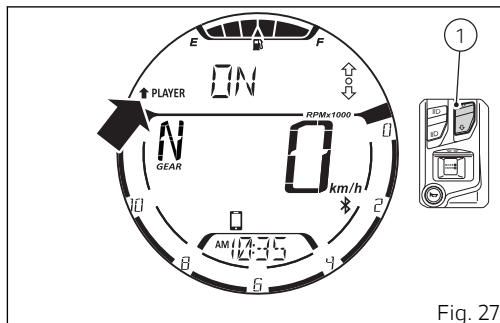

Fig. 27
Si el reproductor de música antes estaba activo (ON) y se ha abandonado el control para pasar a otras funciones, para volver a activar los controles del reproductor de música es preciso visualizar en el menú la función "Gestión del reproductor de música (PLAYER)" y presionar durante 2 segundos el pulsador (1) (Fig. 27).